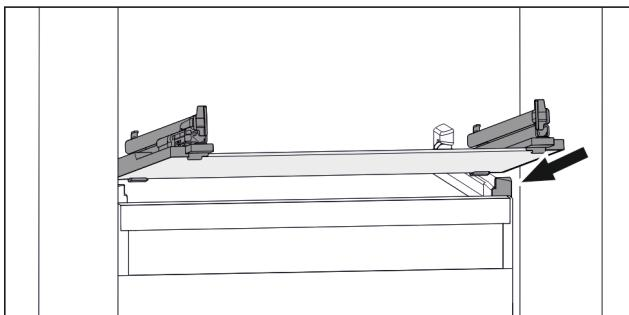

Fig. 122 Príklad zobrazenia sklenej dosky
- Nasadte sklenenú dosku šikmo za zarážkami. (pozri Fig. 122)